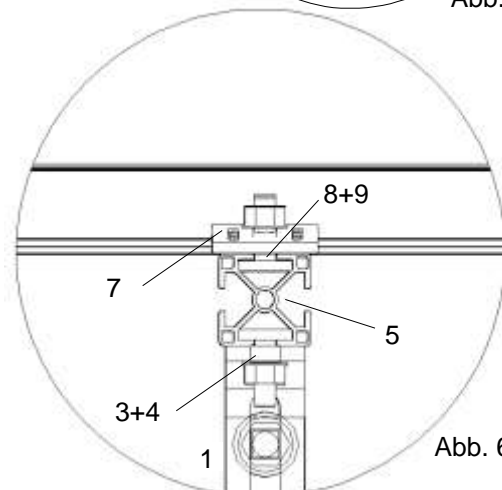

Abb. 6
- Die Montageschiene (5) wird mittels Torband-Schrauben (3) und Sperrzahnmuttern (4) an die Dachhaken (1) befestigt, indem die Torband-Schrauben in die untere Nut eingeschoben und am Langloch der Haken verschraubt werden (Abb. 6).